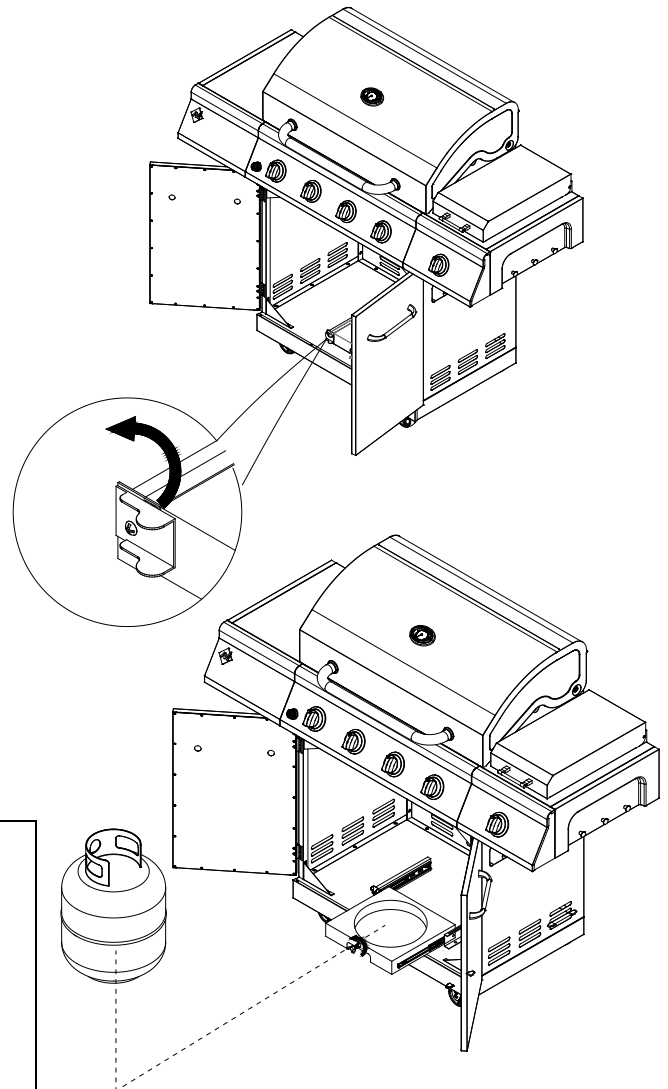

**Fig.9**
a) Para liberar las almohadillas bandeja de depósito, deslice el soporte de hasta 90 grados. Para bloquear las diapositivas de la bandeja del yacimiento, deslice el soporte hacia la izquierda 90 grados. ver Fig.9